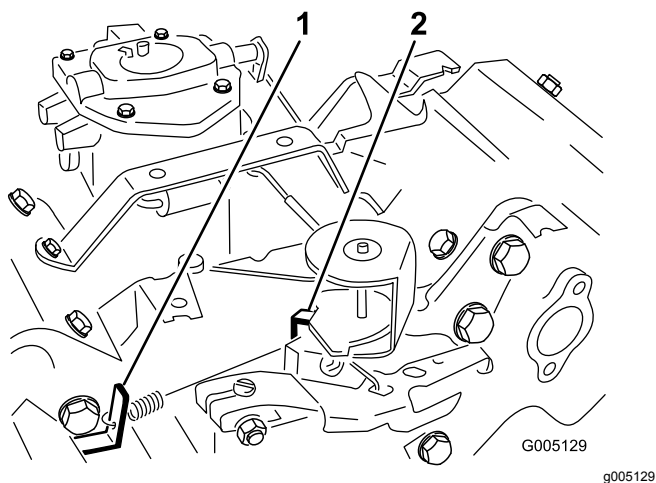

Figure 48
3. Courbez la languette d'ancrage du ressort de ralenti réglé (Figure 48) pour obtenir un régime de ralenti de $1\ 650 \pm 100$ tr/min. Vérifiez le régime avec un compte-tours.
5. Réglez la commande d'accélérateur en position haut régime. Pliez la languette d'ancrage du ressort de haut régime (Figure 48) pour obtenir un haut régime de $2\ 850 \pm 50$ tr/min.